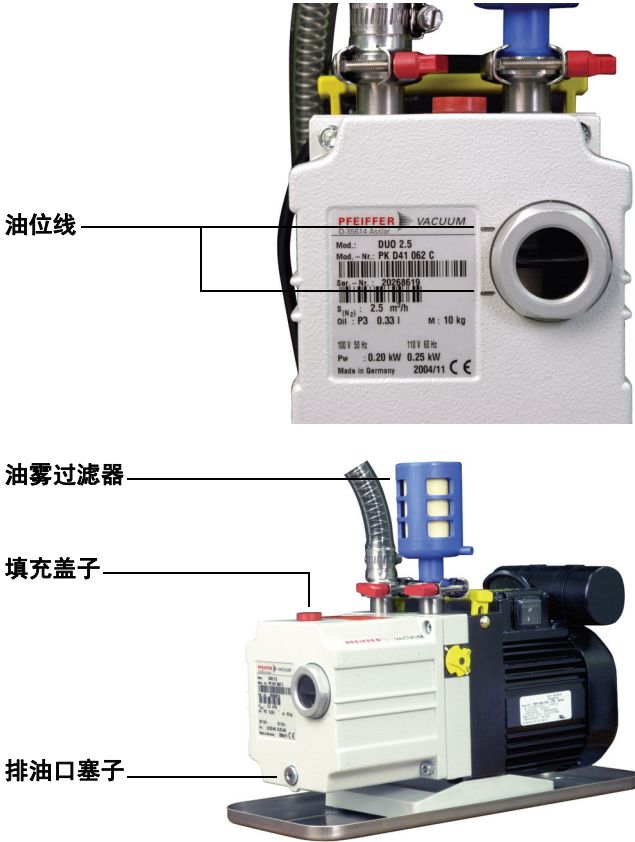

图 28 前级泵
1 检查油位窗口（图 28）。
- 3 将书或其他物体放在泵电机下，使其稍稍向上倾斜。取下填充盖。请参阅图 28
- 1 放空前级泵油（图 28）。请参阅第 176 页。